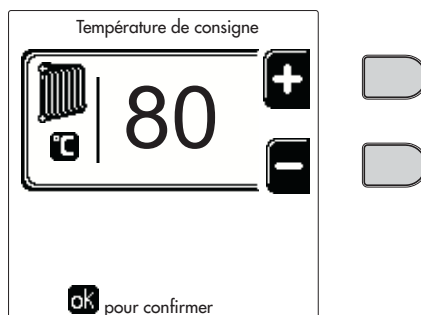
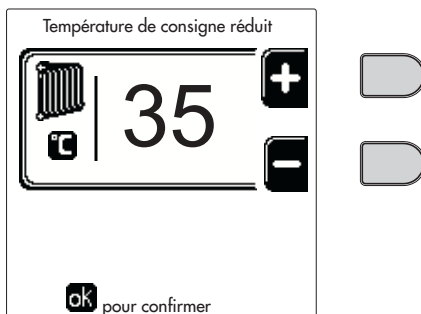
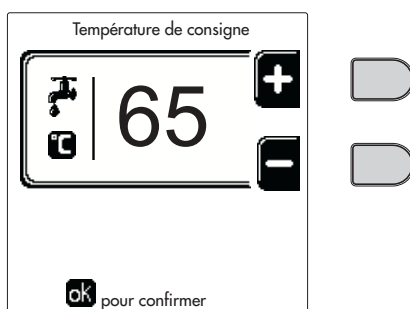
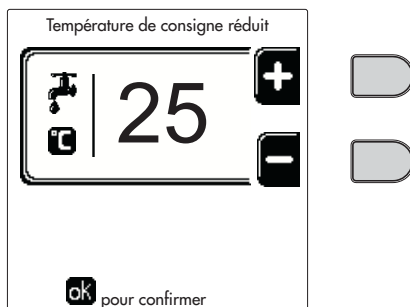

fig. 12
fig. 13
fig. 14
fig. 15
- **ON**. En cas de demande Chauffage/ECS, la chaudière fonctionne à la Température de Réglage Chauffage/Sanitaire (fig. 12/fig. 14) définie.
- **re**. En cas de demande Chauffage/ECS, la chaudière fonctionne à la Température de Réglage Réduite. On obtient la température Réduite en ôtant la valeur de la Température de Réglage Réduction (fig. 13/fig. 15) de la Température de Réglage Chauffage/ECS (fig. 12/fig. 14) définie.